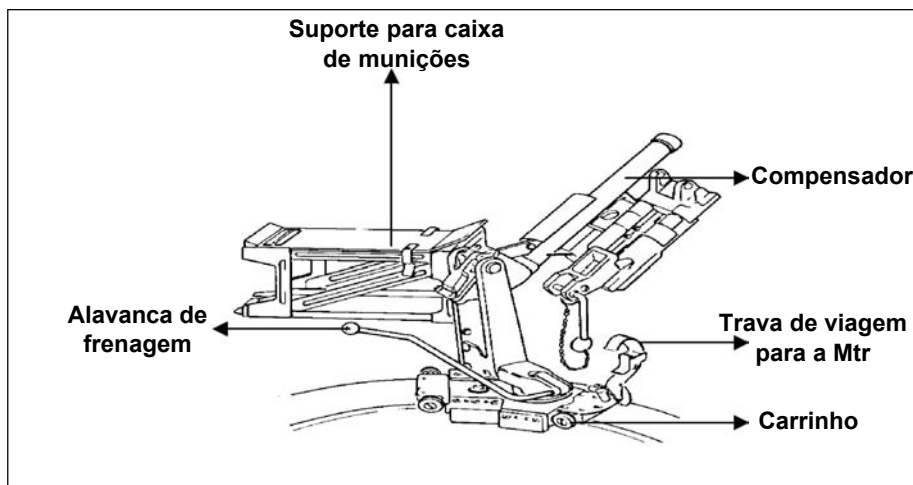

Fig 4-26. Reparo da metralhadora antiaérea
(1) dois carrinhos inferiores, um sobre a escotilha do Cmt CC, outro sobre a escotilha do Aux At, que permitem o tiro em todas as direções;
(2) um suporte superior que permite o deslocamento da Mtr de 45° à direita/esquerda e um deslocamento vertical de -30° a +50°.
**b. Composição** (Fig 4-26)
(1) Os carrinhos são compostos por: